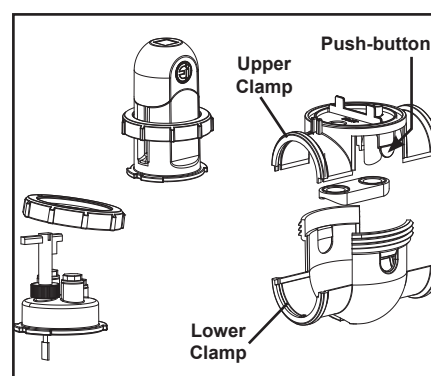

Figura 6. Desmontaje de celda
4. Desenroscar el anillo de seguridad de la celda con el fin de extraerlo de la abrazadera superior (vea la Figura 6).
5. Presione los dos (2) botones en cada lado para separar la parte superior superior de la parte inferior de la abrazadera (véase la Figura 6).